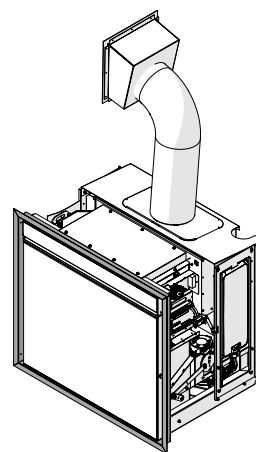

Fig. 43
- Cornici di finitura per cartongesso (**Fig. 43**).